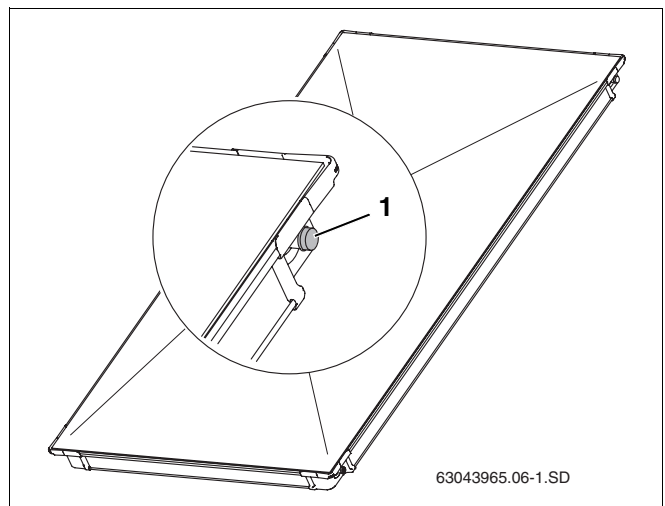

Abb. 5 Kunststoffkappen auf Kollektoranschlüsse
- Entfernen Sie die Kunststoffkappen (Abb. 5, Pos. 1) erst direkt vor der Montage.